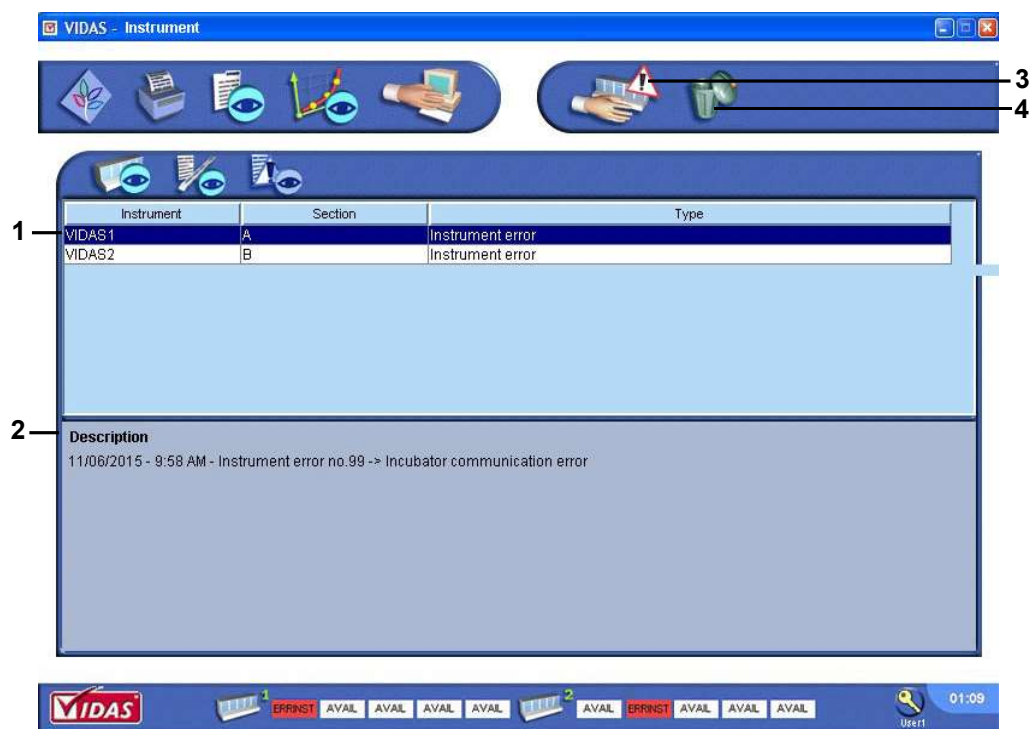

Figura 8-12: Fereastra eroare
- 3 — Ecranul de eroare.** Afișează erorile curente (consultați Figura 8-12 de la pagina 8-21).